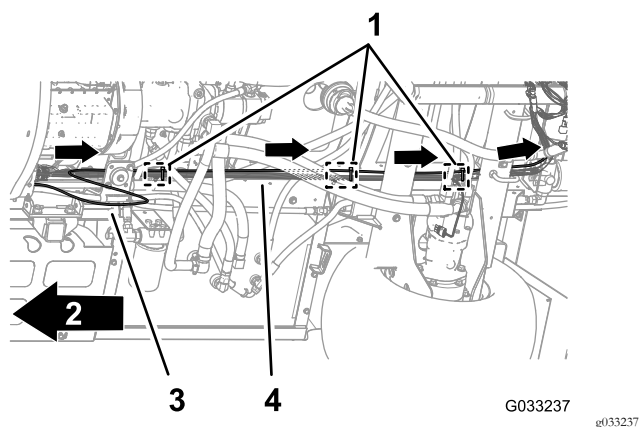

Figure 111
1. Acheminez le tube de détection de pression du manomètre de planche de bord le long du faisceau de câblage arrière de la machine (Figure 111).
- Attachez le tube de détection de pression au faisceau arrière à l'aide de 3 serre-câbles adjacents aux 3 fixations à pression sur les points d'ancrage de châssis du faisceau arrière (Figure 111).